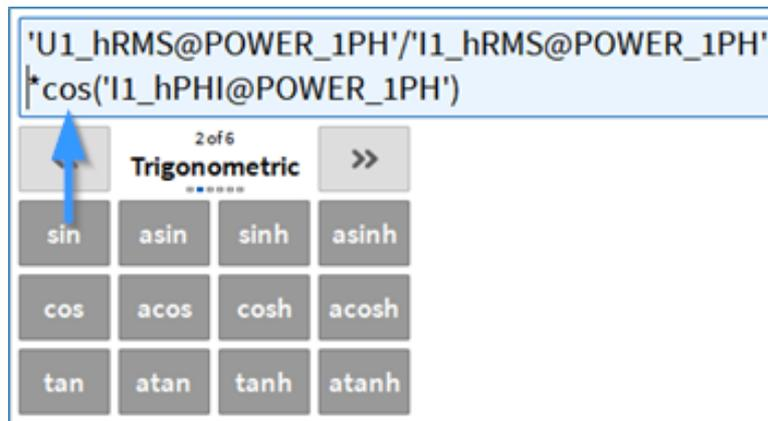

Abb. 7.72: Trigonometrische Operatoren in Kombination mit Array-Kanälen
- Trigonometrische Operatoren (siehe Abb. 7.72)